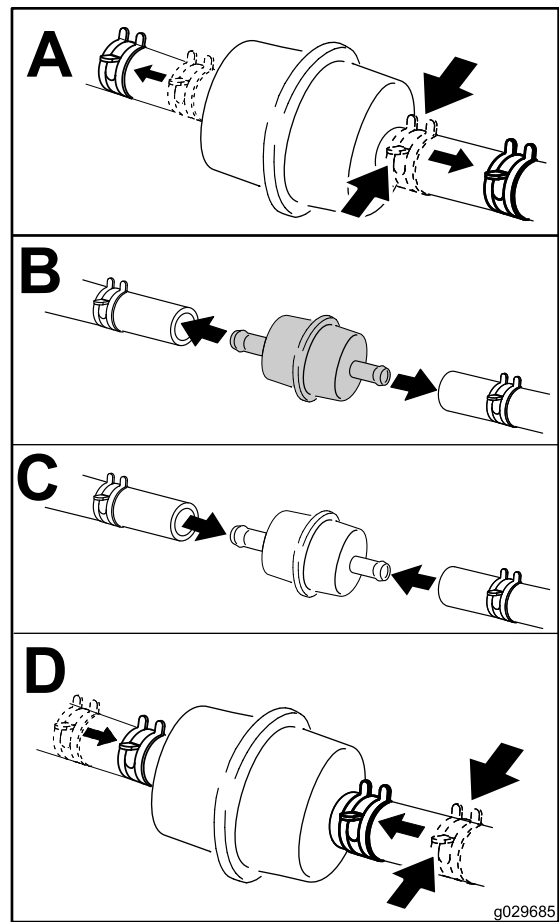

Figura 40
4. Sostituite il filtro del carburante come mostrato nella Figura 40.